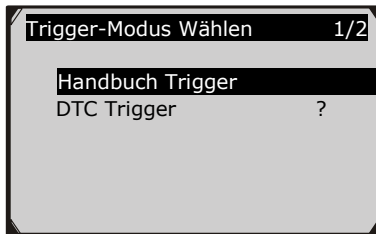

Abbildung 5.21
- 4) Benutzen Sie die **AUF/RUNTER** Tasten um einen Trigger-Modus zu wählen und drücken Sie die **OK** Taste. (Abbildung 5.21)